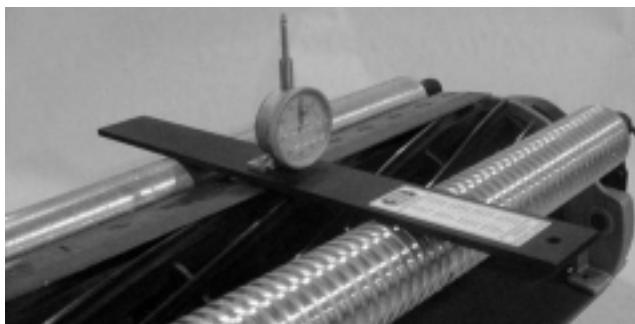

Bild 20
- Haken Sie den Schraubenkopf an die Schneidkante des Untermessers ein, und stützen Sie das hintere Ende der Leiste auf der hinteren Walze ab (Bild 20).